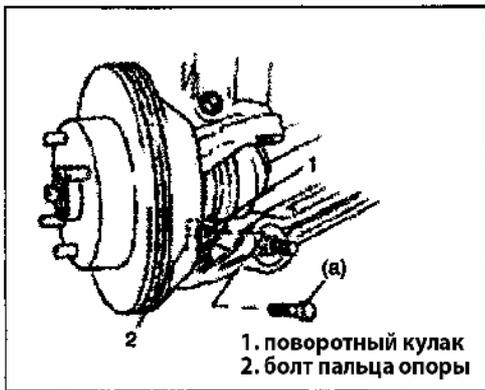

Рис. 531
- 2) Установите палец опоры на поворотный кулак. Выровняйте паз пальца с отверстием болта поворотного кулака как показано на рисунке (Рис.531). Установите болт пальца в направлении как показано на рисунке. Затяните болт требуемым моментом. Момент затяжки (а):58~64 Нм.